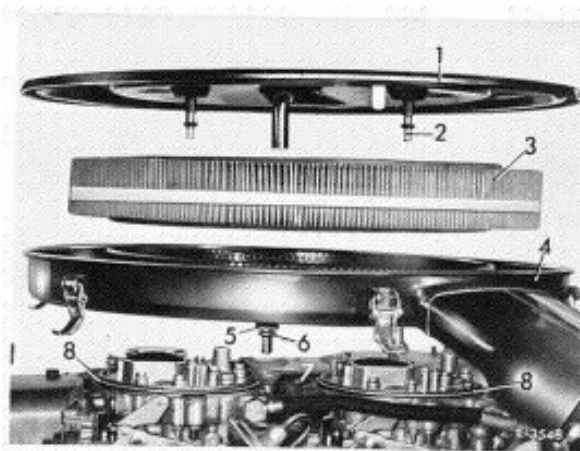

Bild 07-27/2
6 Luftfilter montieren. Dazu Gummiring (8) auf die Vergaser auflegen und Gummiring (6) auf den Wasserabscheider (5) aufstecken. Dann Luftfilter so aufsetzen, daß der Wasserabscheider mit dem aufgesetzten Gummiring in den Trichter (7) eingeführt wird. Befestigungsschrauben (2) anziehen. Den Warmluftschlauch und den Motorentlüftungsschlauch aufstecken (Bild 07-27/2).